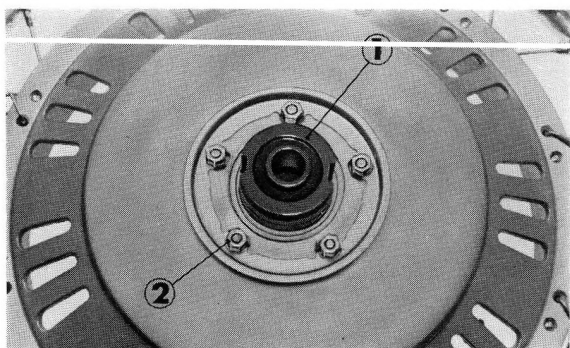

Figure 4-19 : ① arbre entraîné terminal
5. Déposer les 5 écrous de 6 mm et la rondelle d'appui A de 50 mm. Extraire l'arbre entraîne terminal (figure 4-19).